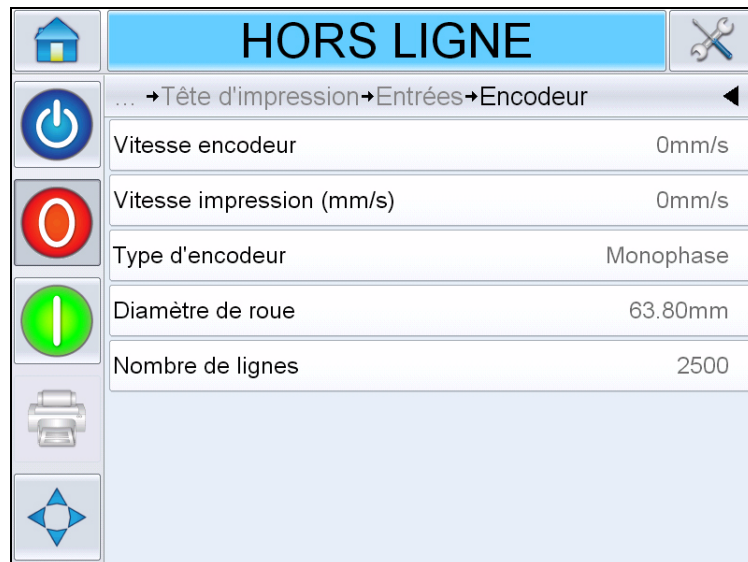

Figure 4-11: Page Diagnostics du codeur
- Codeur: Touchez le bouton *Encodeur* pour afficher la page des diagnostics du *codeur*. La page des diagnostics du *codeur* permet d'afficher les paramètres suivants du codeur (voir Figure 4-11).